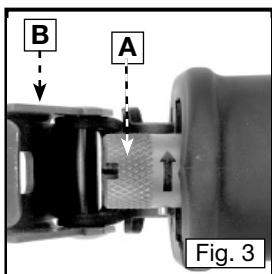
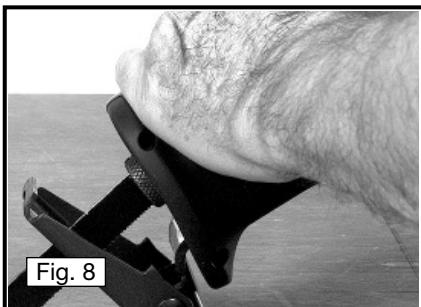

Fig. 3
Fig. 8
1. L'arbre à mouvement alternatif doit être entièrement déployé pour donner accès au collier de dégagement de lame Quik-Change™ (A) Fig. 3. Au besoin, appuyez délicatement sur l'interrupteur à gâchette pour mettre l'arbre à mouvement alternatif à sa position la plus extérieure (Fig. 8).
2. Faites pivoter la semelle de guidage (B) Fig. 3 vers l'avant pour améliorer l'accès au serre-lame.
- Tenez la scie fermement. Appuyez sur la gâchette (A) Fig. 8, pour mettre le moteur en marche. Relâchez la gâchette pour arrêter le moteur.